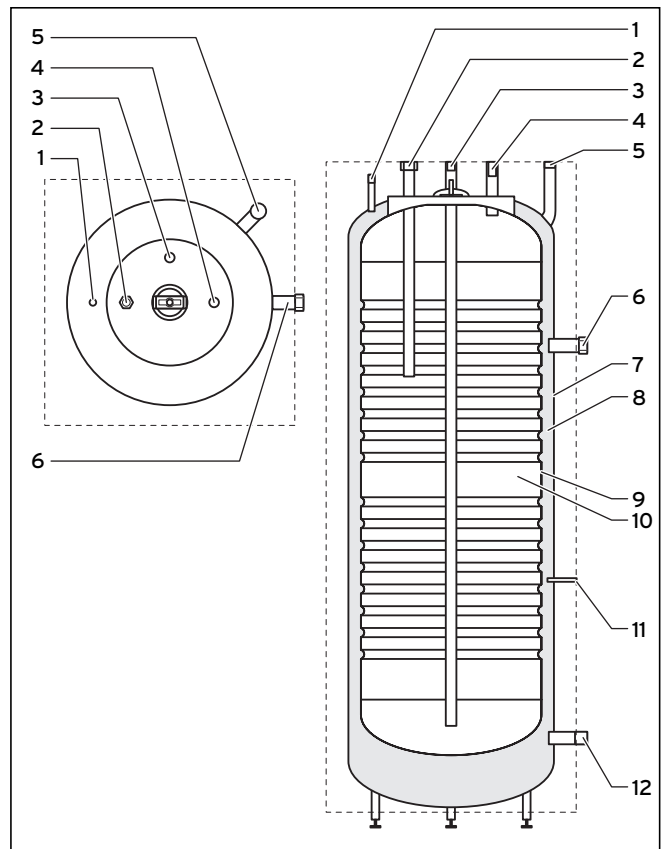

Fig. 2.1 Tilkoblinger røranlegg, sett fra venstre
VDH 300/2 er en såkalt dobbeltmantlet tank, dvs. en innvendig tank (se Fig. 2.1, Pos. 9) er sveist inn i en ytre tank (7). De to er atskilt av en ringspalte, som inneholder ca. 85 liter hettvann. Den indre tanken består av korrosjonsbestandig rustfritt stål og har et volum på ca. 268 liter. Ved denne konstruksjonen av varmtvannstanken kan man overføre svært høy effekt til sekundærvolumet (10) til tanken. I tillegg kan denne tanken uten tvil kjøres også med svært kalkholdig vann.